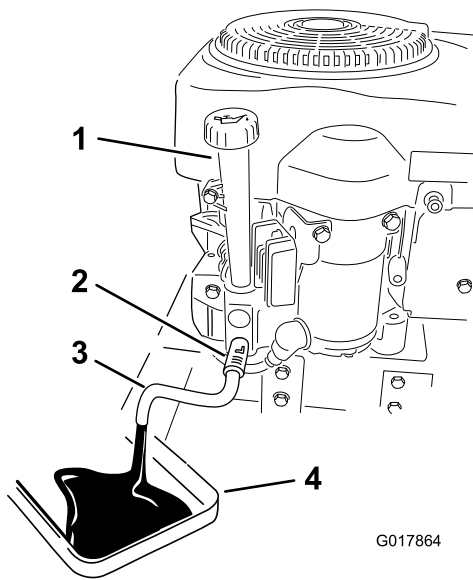

Figura 31
4. Pulite l'area attorno alla valvola di spurgo e sul telaio della macchina. Individuate il tubo di spurgo dell'olio e spostatelo sopra la valvola di spurgo (Figura 31).
6. Collocate un vassoio raccoglitore sotto la macchina in coincidenza con il tubo di spurgo come illustrato nella (Figura 31).
7. Girate la valvola di spurgo di 1/4 di giro in senso antiorario per aprirla e lasciate defluire l'olio. Togliete il tappo/asta del rabbocco dell'olio (Figura 31).
10. Versate lentamente circa l'80% della quantità indicata d'olio nel foro di rifornimento (Figura 31). Controllate il livello dell'olio; vedere Controllo del livello dell'olio.